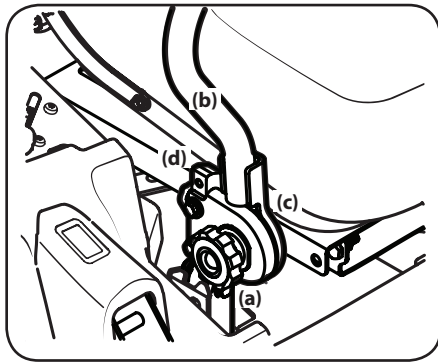

Figure 4-8
1. Desserrez le bouton de réglage (a) situé sur le côté de chaque barre de conduite (b). Voir Figure 4-8.
3. Serrez le bouton de réglage (a) pour fixer la barre de conduite en place. Voir Figure 4-8.